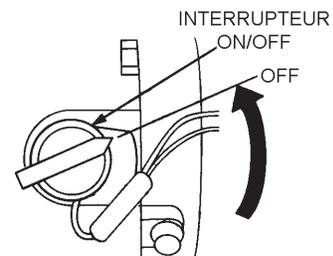

Figure 16. Interrupteur ON/OFF du moteur (position OFF)
- Une fois que le moteur a *refroidi*, basculer l'interrupteur ON/OFF à la position « **OFF** » (figure 16).